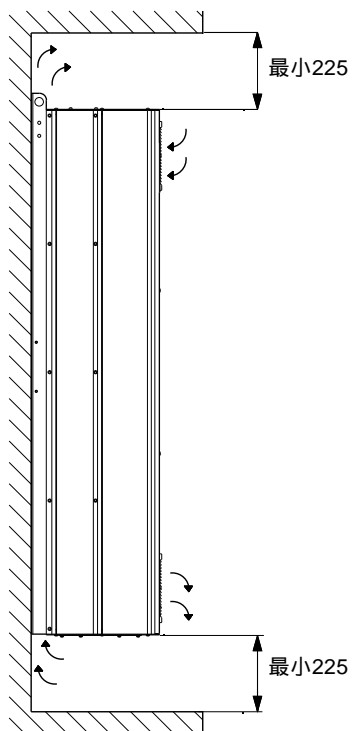

图3 气流方向和冷却的空间要求[mm]
- CUE上下方留有足够的空间以允许空气流通和电缆连接。见图3。